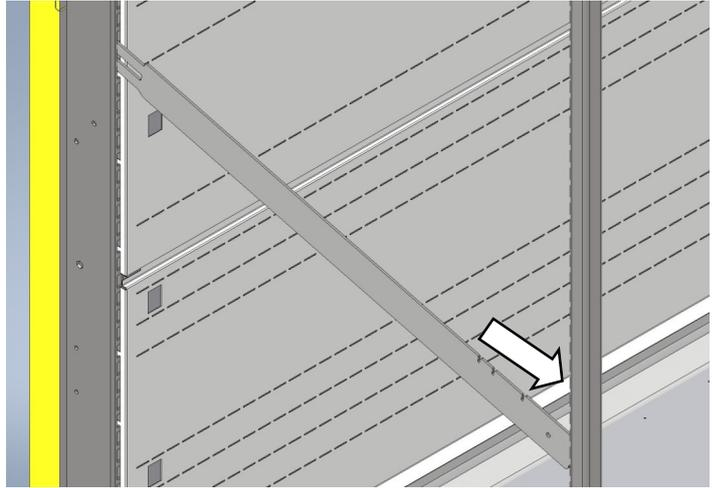

Abb. 6b
2. Setzen Sie dann den Regalträger auf den vorderen Pfosten ein **Abb. 6b**;